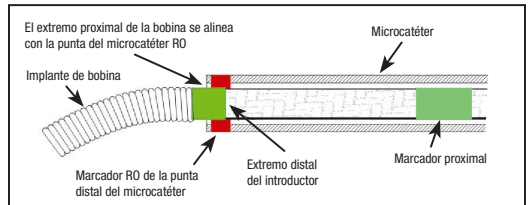

Figura 4: posición de las bandas marcadoras para la separación
28. Guíe la bobina hacia el lugar deseado hasta que el marcador radiopaco del sistema introductor esté alineado o ligeramente distal con respecto al marcador RO de la punta distal del microcáteter, con la zona de separación justo fuera de la punta del microcáteter. Consulte la Figura 4.